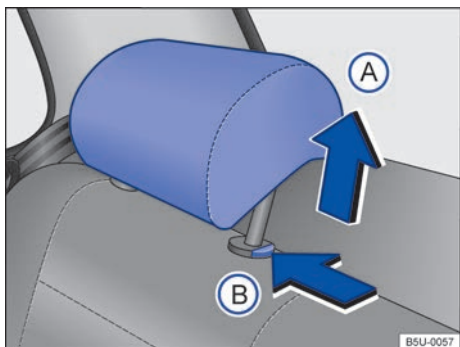

Fig. 68 Apoios para cabeça traseiros: desinstalar.
- Pressionar o botão → Fig. 68 (B) no sentido da seta. Retirar o apoio para cabeça com o botão pressionado.
- Empurrar o apoio para cabeça para baixo com o botão → Fig. 68 (B) pressionado.